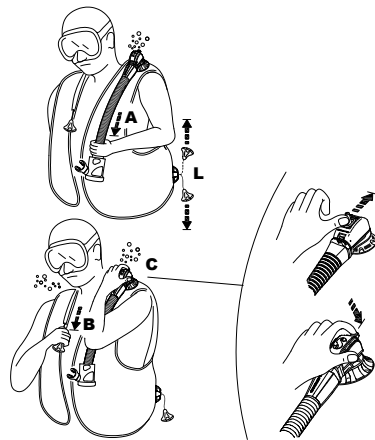

fig. 7
- a) tirando leggermente sull'assieme tubo corrugato (fig. 7 - A).
- b) spingendo di lato il pulsante che sporge fuori dalla cassa della valvola (fig. 7 - C) (Brev.): questo sistema può anche essere utile per scaricare il sacco di un altro subacqueo in difficoltà (panico, stato d'incoscienza, ecc.)
- Il gruppo di scarico manuale (monocomando) presenta infatti un pulsante di scarico supplementare (brevettato) sul gomito corrugato che quando viene azionato (fig. 7-C) scarica il sacco, ad es. in caso di difetto dello stesso monocomando (cavetto interno, pernetti di fissaggio rotti, ecc.) o mentre si respira con l'AIR 2.
**Valvola di scarico manuale sulla spalla (fig. 7-B)**
La valvola sulla spalla destra, si aziona tirando leggermente il pomolo, collegato ad essa da un cordino (fig. 7 - B). Per attivare la valvola di scarico manuale, posizionarsi in modo che la valvola sia in posizione superiore rispetto al jacket.
Attivare la valvola di scarico fino a quando si è raggiunto il valore di galleggiabilità desiderato. Per chiudere la valvola smettere di tirare il pomolo (fig. 7-B)
**Valvola di scarico manuale inferiore (fig. 7-L)**
Questa valvola, che ha doppia funzione, è collocata dietro e in basso sul jacket: serve per scaricare aria quando il subacqueo è in posizione orizzontale o a testa in giù, tirando il pomolo collegato ad essa con un cordino. (fig. 7-L)
**I dispositivi di scarico con la massima portata di scarico del gas, sono la valvola sulla spalla (fig. 7-B) e la valvola inferiore (fig. 7-L).**